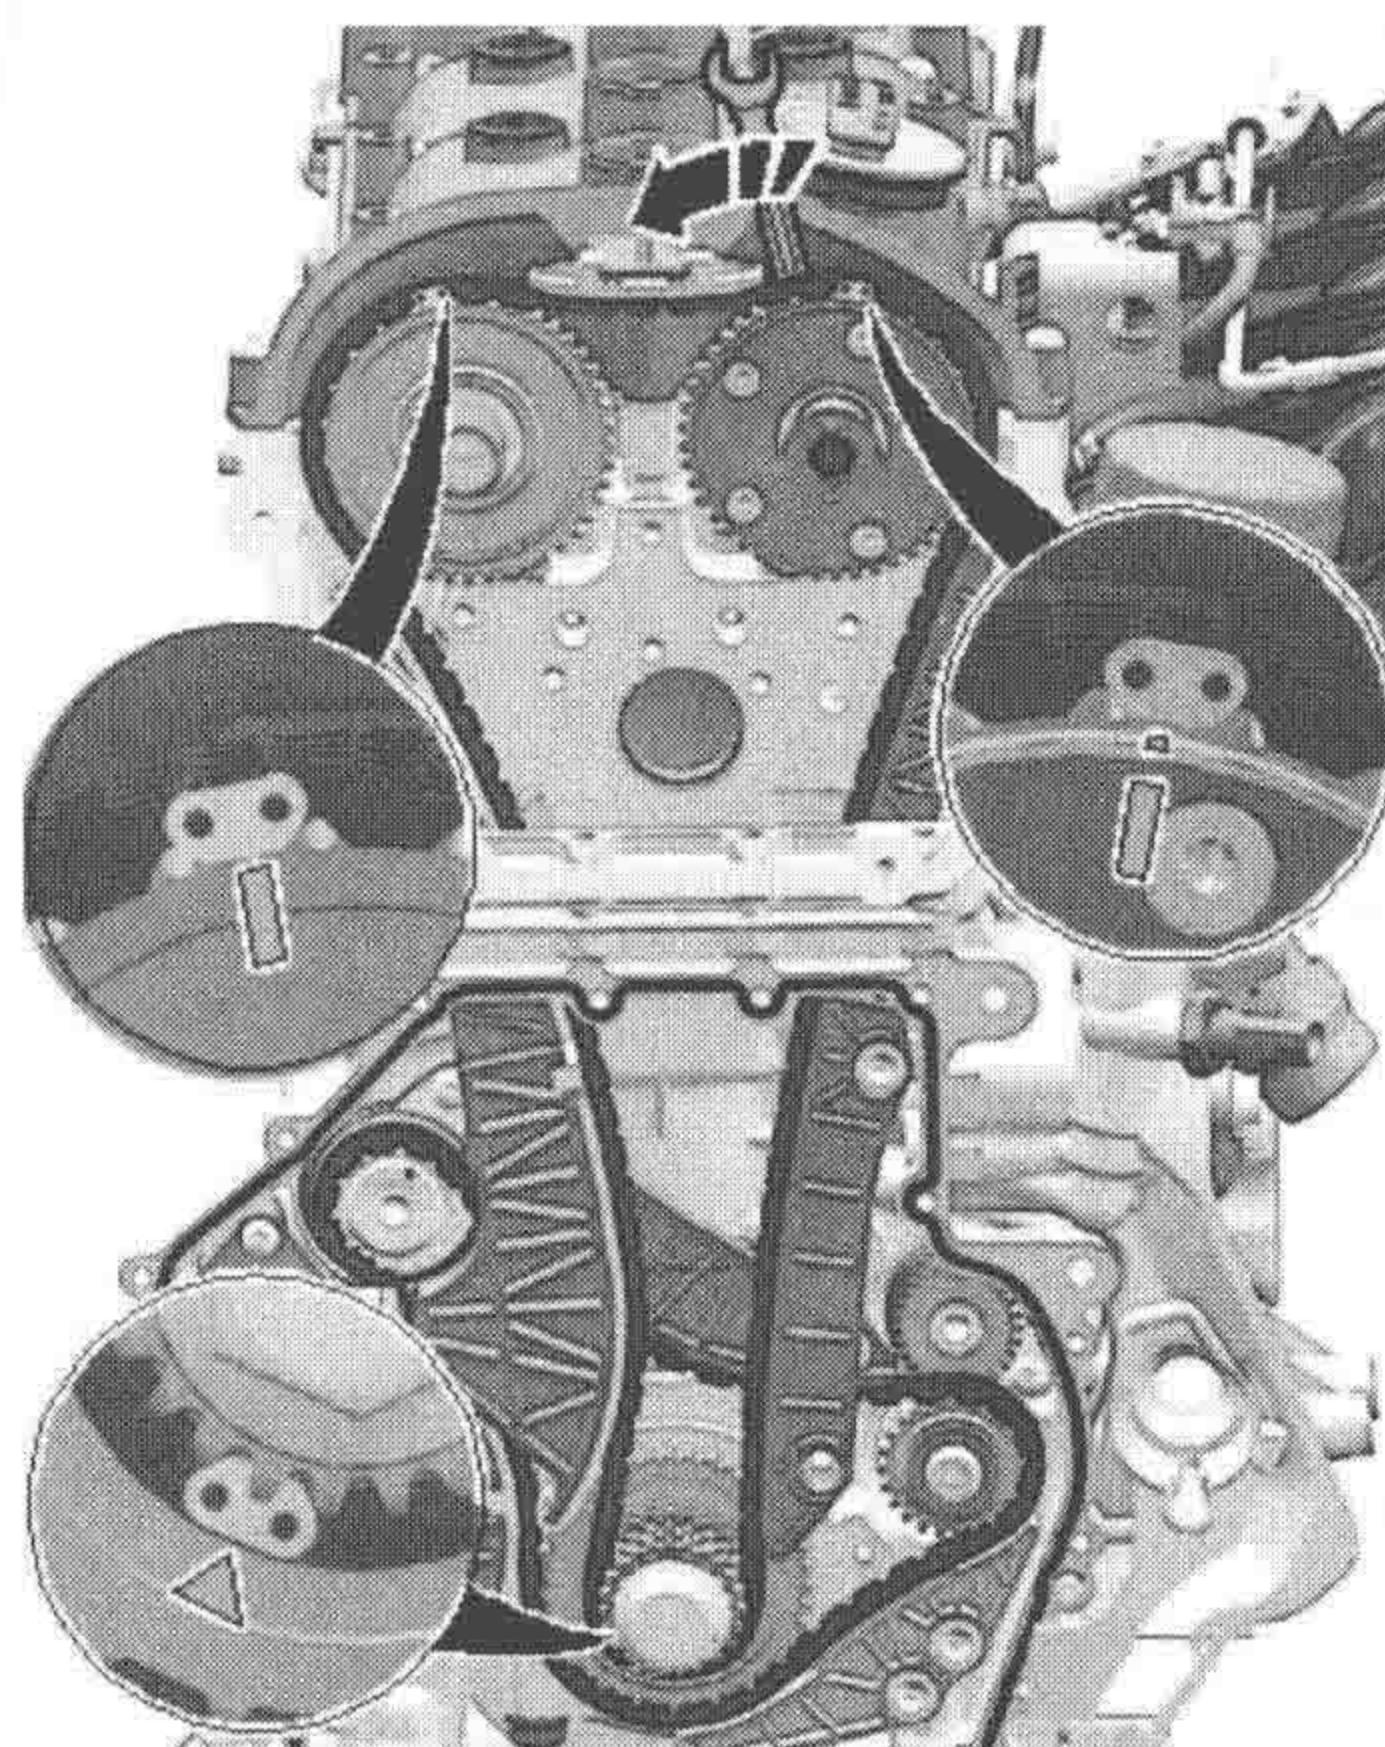

图 1-1-10
(8) 将凸轮轴正时链置于排气凸轮轴链轮上，并将凸轮轴正时链的彩色链节与链轮的标记对齐 (图 1-1-10)。